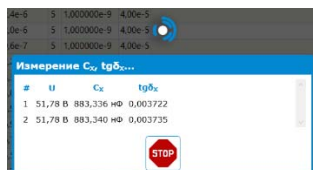

Рисунок 6.4
– После запуска процесса измерения емкости и тангенса угла потерь на экране появляется окно (рисунок 6.4), на котором индицируется текущее измерение из серии измерений. Окно исчезнет, когда измерение завершится.